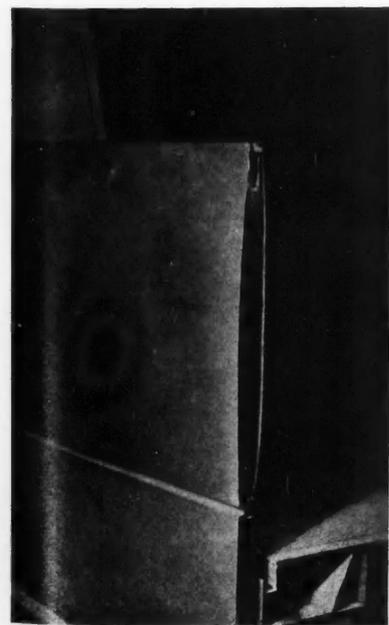

Fig. 10
3. Ossature générale en profilés, remplissage en panneaux mobiles verticaux de toute hauteur. Système utilisé pour le marché-salle des fêtes de Clichy, qui sera publié en détail dans le N° 5 de l'A. A. La photographie fig. 10 représente la partie de la maquette correspondant aux techniques et procédés utilisés à Buc.